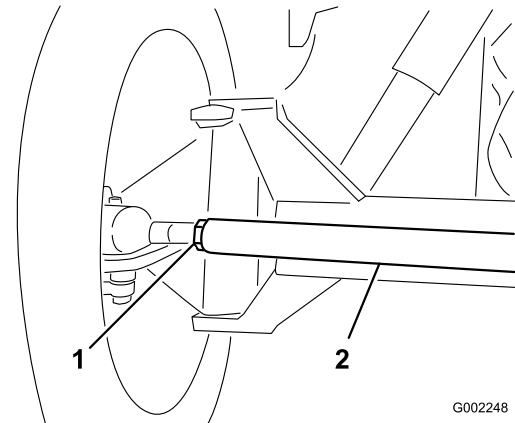

Bild 53
3. Wenn der Wert nicht im angegebenen Bereich liegt, lösen Sie die Klemmmuttern an beiden Ende der Spurstange (Bild 53).